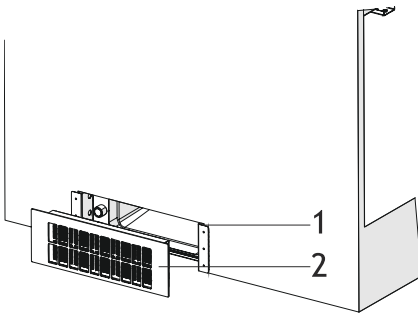

Fig. 22
12. ► Placera kolfiltret i kolfilterkabinettet som fästs med hjälp av magneterna (Fig. 22 / 2)